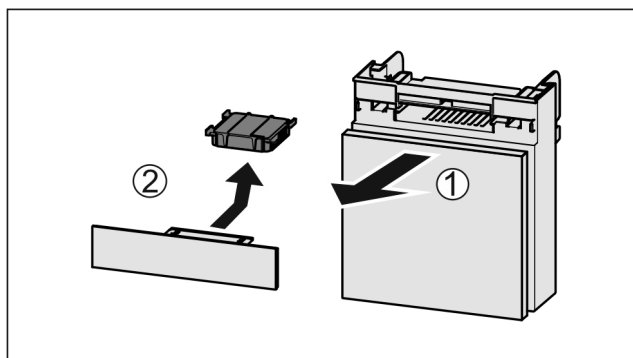

Fig. 121
- ▶ 向前拉出 Fig. 121 (1) 抽屉。
- ▶ 取出 Fig. 121 (2) 活性炭过滤器。